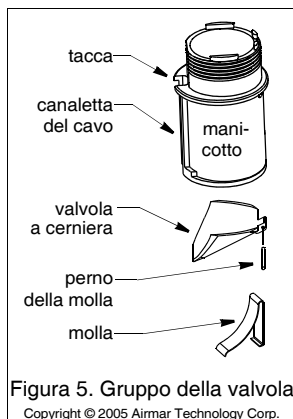

Figura 5. Gruppo della valvola
In caso di malfunzionamento, la valvola deve essere rimossa e sottoposta a manutenzione. Seguite le istruzioni riportate di seguito. Se si rende necessaria la sostituzione del gruppo della valvola e il pezzo di ricambio non è immediatamente disponibile, *reinstallate il manicotto della valvola nell'alloggiamento del multisensore per realizzare un fissaggio a tenuta stagna. Rimuovete la valvola a cerniera, il perno della molla e la molla dal manicotto (vedi Figura 5).* Reinstallate il manicotto nell'alloggiamento.
4. Pulite, riparate o sostituite il gruppo della valvola in modo che la valvola a cerniera si muova liberamente e si posizioni contro il manicotto (vedi Figura 5).
7. Rimuovete il cavo di sicurezza dal multisensore. Tenendo pronto in una mano il gruppo della valvola unito all'inserto della ruota a pale, rimuovete l'otturatore. Fate scivolare il gruppo nell'alloggiamento del multisensore con la freccia in alto puntata in avanti verso la prua. Verificate che il cavo entri nell'apposita canaletta e che la tacca nel manicotto combaci con la chiave nell'alloggiamento (vedi Figura 5). (Per localizzare la chiave, spingete e ruotate). Avvitare il dado cieco, evitando accuratamente di incrociare le filettature. Stringete esclusivamente **a mano**. Non stringete in modo eccessivo.